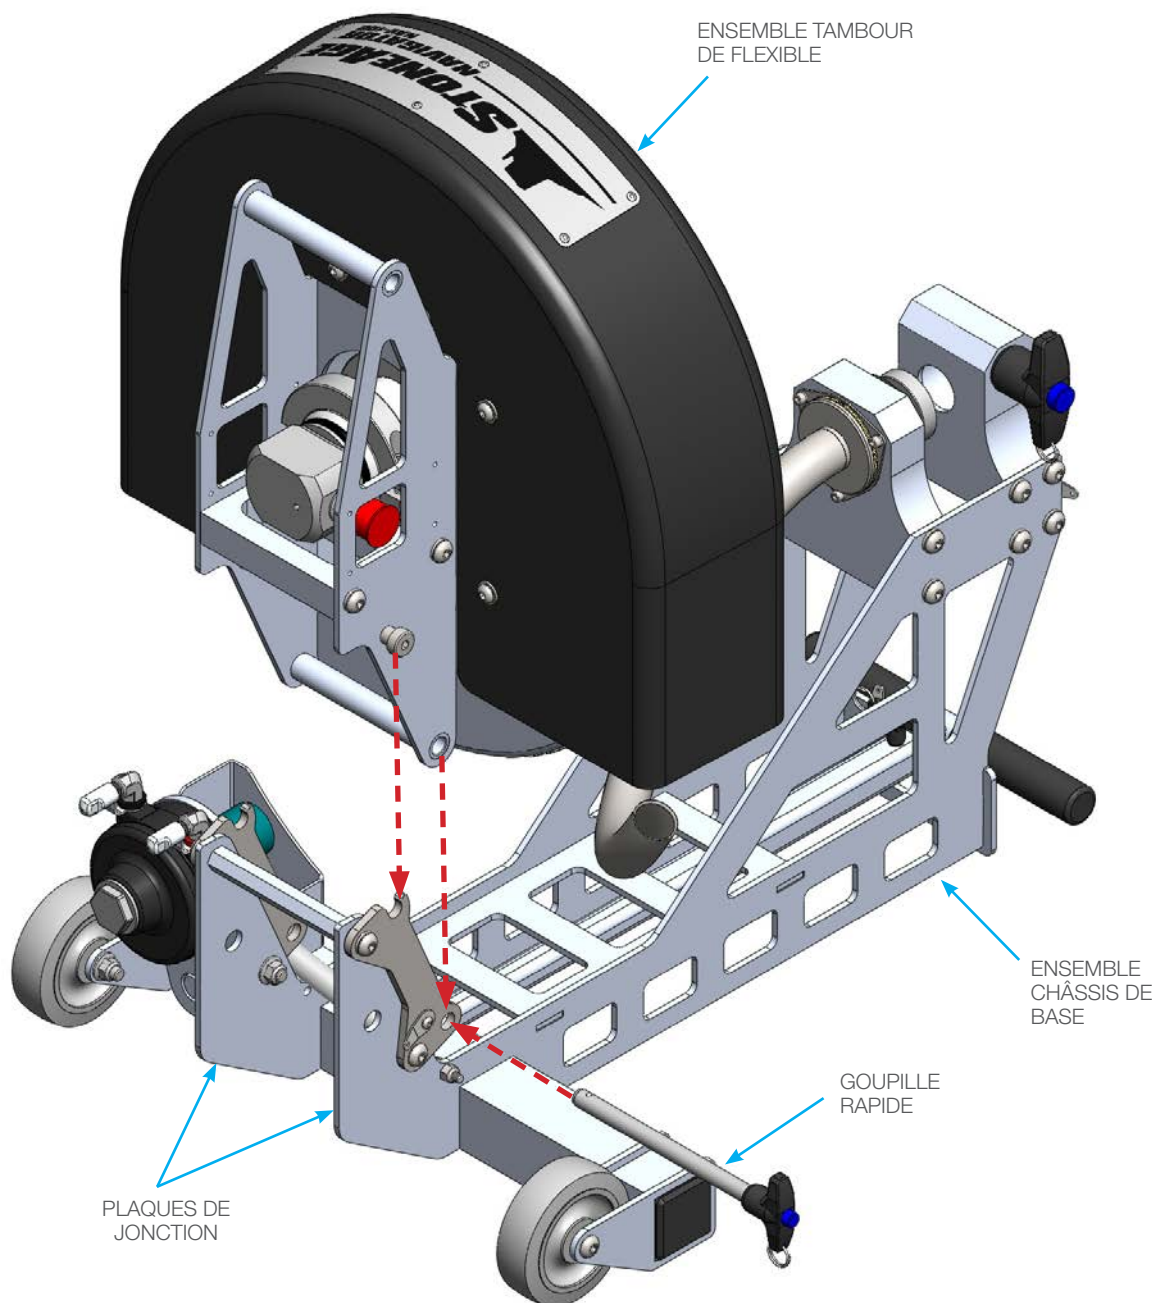

FIGURE 1
1. Déposez la goupille rapide de l'ensemble châssis de base. Posez l'ensemble tambour de flexible sur le châssis de base en engageant les têtes des vis épaulées dans les encoches des plaques de jonction et en insérant la goupille rapide à travers les trous des plaques de jonction. **(Figure 1)**
1. Raccordez le côté femelle du flexible au tube de raccordement de flexible et enroulez le flexible à l'intérieur du tambour dans le sens de la flèche. (Figure 1)
1. Tirez sur les bagues de libération de Camlock et glissez le Camlock sur l'extrémité mâle de l'ABX-PRO PRODRIVE. Repoussez les goupilles Camlock pour les verrouiller en position. **(Figure 1)** Tirez sur l'ensemble embout pour s'assurer qu'il est bien fixé. Faites passer le reste du flexible à travers l'ensemble embout en laissant une longueur suffisante pour traverser une fixation sur une bride de canalisation.
1. Fixez la fixation quart de rond sur la bride de la canalisation avec les fixations déposées du joint à bride. Les écrous présentés entre la bride de la canalisation et la fixation quart de rond permettent l'évacuation. D'autres possibilités d'entretoise sont acceptables. **(Figure 1)**
1. Fixez l'extrémité de la sangle à la barre de maintien de sangle et enroulez la sangle autour de la canalisation vers le treuil. **(Figure 1)**